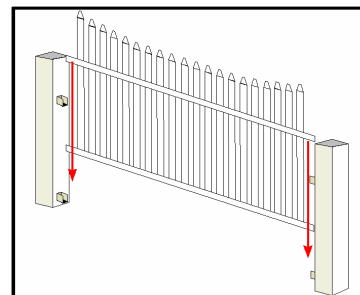

Rys.30
- czynność powtórzyć z łącznikiem górnym ( C ), w odległości ( A ) zgodnej z wymiarami przyjętymi uprzednio w trakcie montażu sekcji. Rys. 30